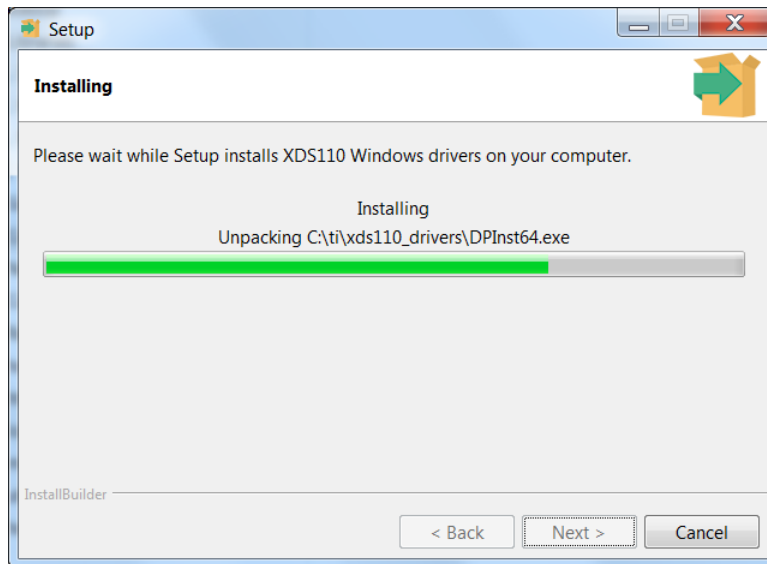

图 8. XDS110 驱动程序安装完成
4. 安装完成后，单击完成 (Finish) 按钮（图 8）。